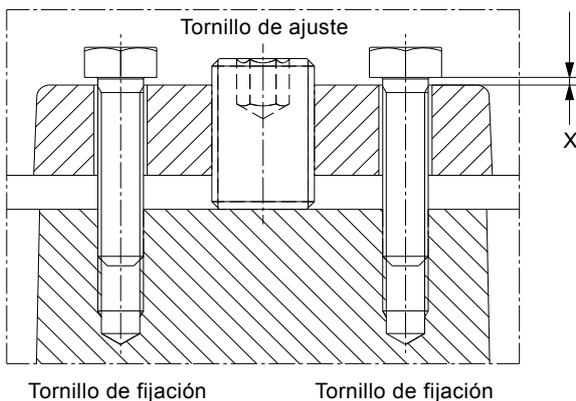

Fig. 15 Ajuste de la holgura del impulsor
3. Afloje los tornillos de fijación para dejar el espacio adecuado bajo las cabezas de los mismos. Consulte la fig. 15 y trate de conseguir la holgura indicada en la tabla de holgura del impulsor anterior.